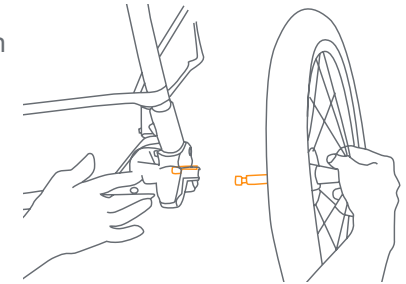

Fig. 8
- 8) • Lean the stroller forward to rest on the front wheel. To attach the rear wheels, push each wheel's axle into the plastic corner fitting as shown in (Fig. 8). Depress the metal lever on the inside of the corner fitting as you push the axle into corner fitting. When the wheel will not go on any farther, release the lever. Check that the wheel has locked into the corner fitting by pulling on the wheel. If not locked, lift upward on the lever, push the wheel on farther and release lever.
- Incline el carrito hacia delante de modo que se apoye en la rueda delantera. Para colocar las ruedas traseras, empuje el eje de cada rueda dentro del accesorio plástico de la esquina como se indica en la Fig. 8. Baje la palanca metálica que está dentro del accesorio de la esquina mientras empuja el eje hacia el interior del mismo. Cuando no pueda empujar más la rueda, suelte la palanca. Tire de la rueda para verificar que se haya trabado en el accesorio de la esquina. Si no se trabó, levante la palanca, empuje la rueda aún más y suelte la palanca.